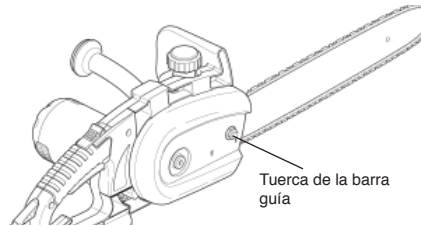

Figura 8- Éloignez le guide-chaîne
- Apriete a mano la tuerca de la barra guía en el perno de la barra (vea la figura 8).